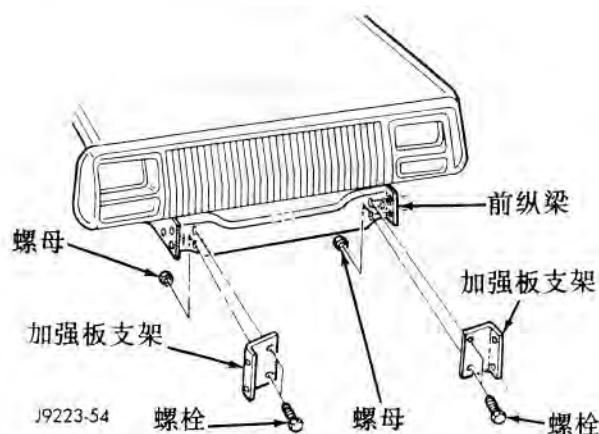

图 11 加强板支架
(14) 如果需要，亦应从前纵梁上将横梁加强板支架拆下 (图 11)。
(1) 如果已拆下横梁加强板支架，请将其安装到前纵梁上 (图 11)。以 56 牛顿米 (41 磅英尺) 的拧紧扭矩将固定螺钉拧紧。
(2) 将保险杠安装支架和保险杠垂直挡块